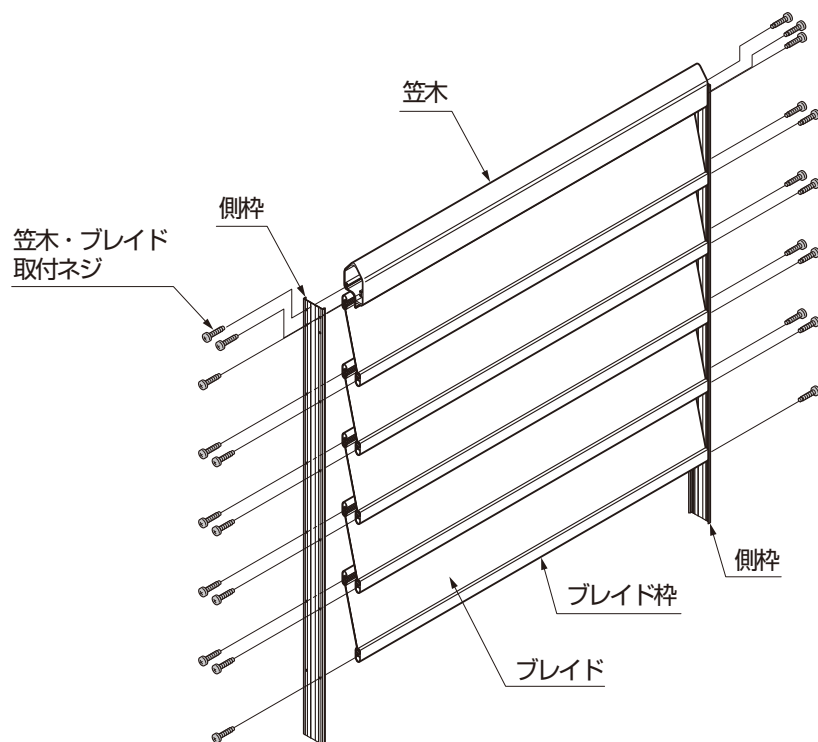
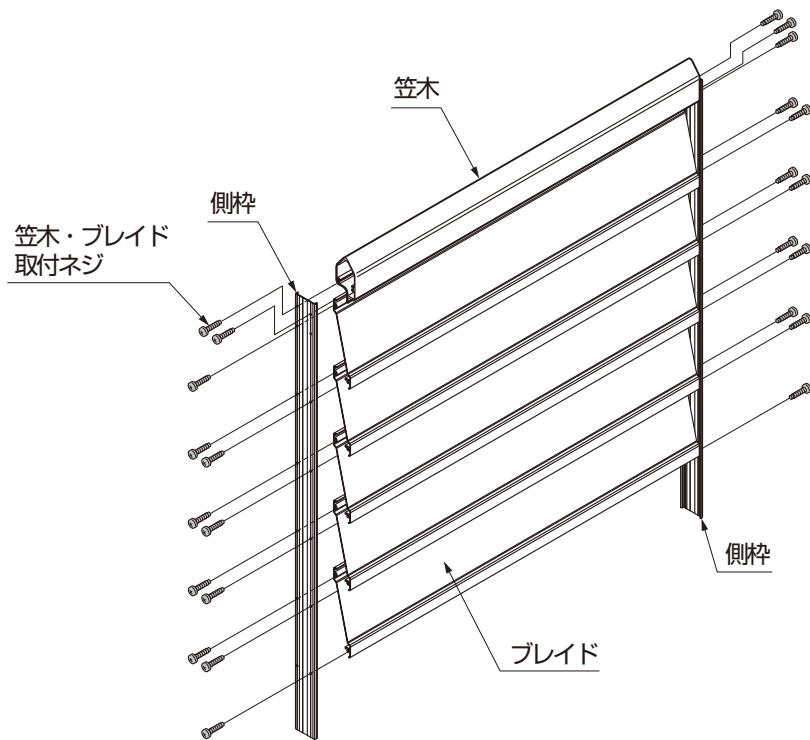

図1-1 S型・M型
図1-2 A型
- ①「笠木・ブレード枠取付ネジ」を外し、各部材を取外してください。(図1-1、図1-2参照)